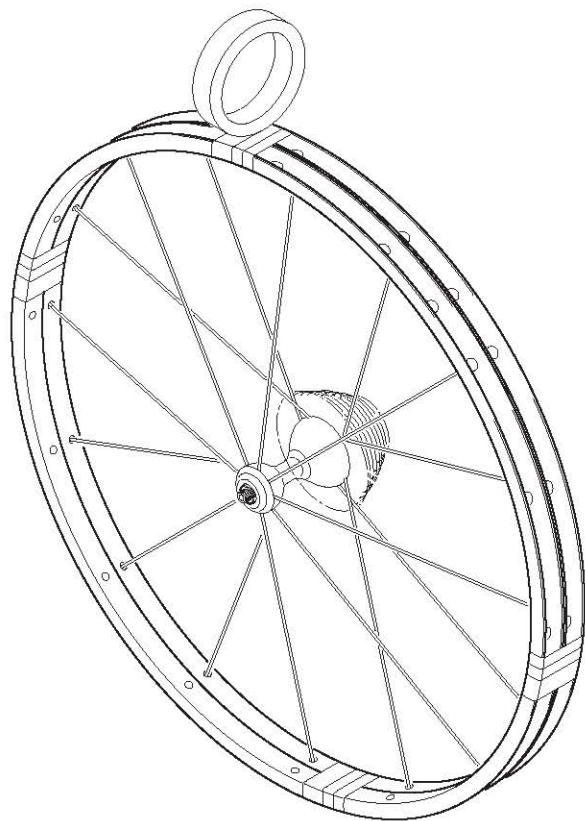

Fig. 26
- Affiancate il nuovo cerchio a sinistra (lato opposto alla ruota libera) di quello da sostituire in modo che tutti i fori siano disposti in modo identico e i fori valvola dei due cerchi siano allineati (Fig. 26), quindi uniteli con del nastro adesivo rimuovibile.
- Place the new rim on the left (side opposite the freewheel) of the one to replace so that all the spoke holes and the valve holes of the two rims are aligned (Fig. 26). Secure the rims together with removable adhesive tape.
- Die neue Felge an die linke Seite (an die dem Freilaufkörper gegenüberliegenden Seite) der zu ersetzenden Felge bringen. Darauf achten, daß dabei alle Speichenbohrungen und die Ventilbohrungen der beiden Felgen gleich ausgerichtet sind (Abb. 26). Nun die beiden Felgen mit leicht haftendem Klebeband zusammenbinden.
- Positionnez la nouvelle jante à gauche (côté opposé à la roue libre) de la jante à remplacer de façon à ce que tous les trous correspondent et que les trous des valves des deux jantes soient alignés (Fig. 26). Attacher ensuite les deux jantes avec du ruban adhésif amovible.
- Poner la nueva llanta a la izquierda (lado opuesto al de la rueda libre) de la que hay que reemplazar, a fin de que todos los agujeros queden a la misma altura y que los orificios de la válvula de ambas llantas correspondan (Fig. 26), unirlos ahora con cinta adhesiva que se pueda quitar.
- Plaats de nieuwe velg aan de linkerzijde (andere kant dan de cassette) van de velg die vervangen moet worden zodanig dat alle gaten op dezelfde wijze gepositioneerd staan (Fig. 26). Bind ze vervolgens aan elkaar met behulp van verwijderbaar plakband.